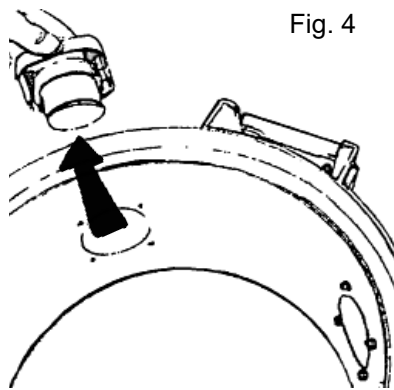

Fig. 4
2. Træk soklen ud af maskinen. Se Fig. 4.